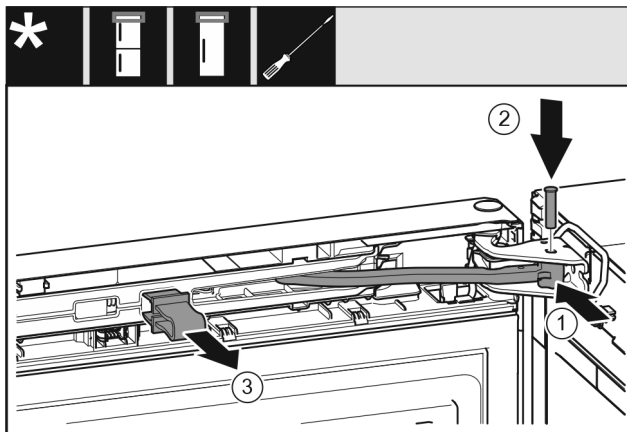

Fig. 24
- ▶ Przegub obrócić w płytce zawiasu. Fig. 24 (1)
- ▶ Sworzeń umieścić w płytce zawiasu i przegubie. Przy tym zwrócić uwagę, aby krzywka zatrzaskowa została prawidłowo umieszczona w rowku. Fig. 24 (2)
- ▶ Zdjąć zabezpieczenie. Fig. 24 (3)